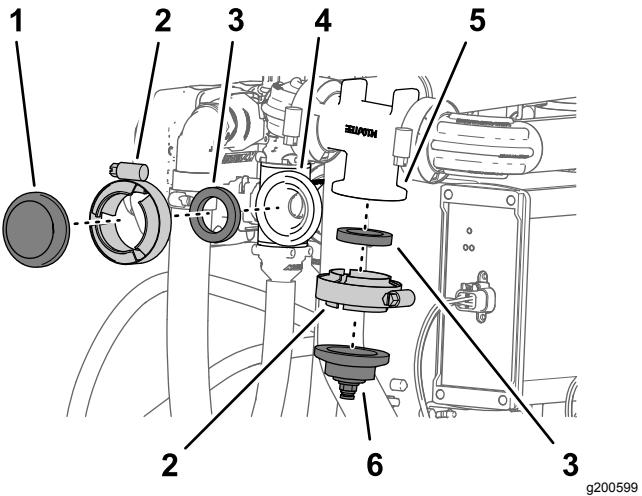

Figura 135
- Rimuovete il morsetto flangiato e la guarnizione che fissano il tappo semplice alla flangia della valvola dell'ugello 10 (Figura 135).
- Rimuovete il morsetto flangiato e la guarnizione che fissano il tappo e il raccordo del tubo alla flangia del collettore del flussometro (Figura 135).